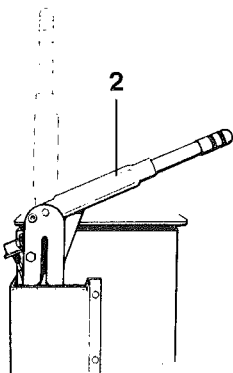

Fig. 8
- 3 Apply the handbrake (2), fig. 8.